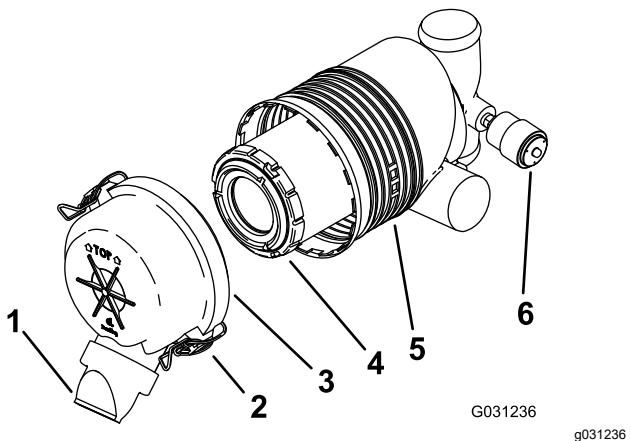

Bild 30
**Wichtig:** Tauschen Sie den Luftfilter nur aus, wenn die Wartungsanzeige rot ist (Bild 30). Das frühzeitige Auswechseln des Luftfilters erhöht nur die Gefahr, dass Schmutz in den Motor gelangt, wenn Sie den Filter entfernen.
5. Lösen Sie die Riegel am Luftfilter und ziehen Sie die Abdeckung vom Luftfiltergehäuse ab (Bild 30).
- Wenn die Wartungsanzeige durchsichtig ist, setzen Sie die Luftfilterabdeckung auf (die Staubkappe sollte nach unten zeigen) und befestigen Sie die Riegel (Bild 30).
1. Schieben Sie den Filter vorsichtig aus dem Luftfiltergehäuse heraus (Bild 30).
3. Setzen Sie den Filter vorsichtig ein (Bild 30).
4. Setzen Sie die Luftfilterabdeckung auf (die Staubkappe sollte nach unten zeigen) und befestigen Sie die Riegel (Bild 30).